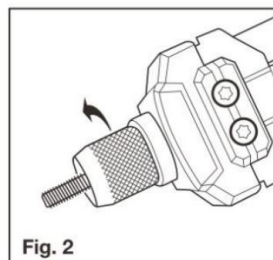

Fig. 2
3. Rimuovere il dado a manicotto svitandolo in senso antiorario (vedere Fig. 2).